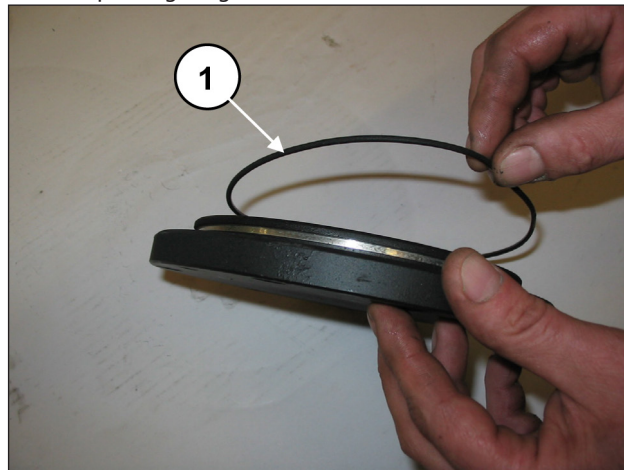
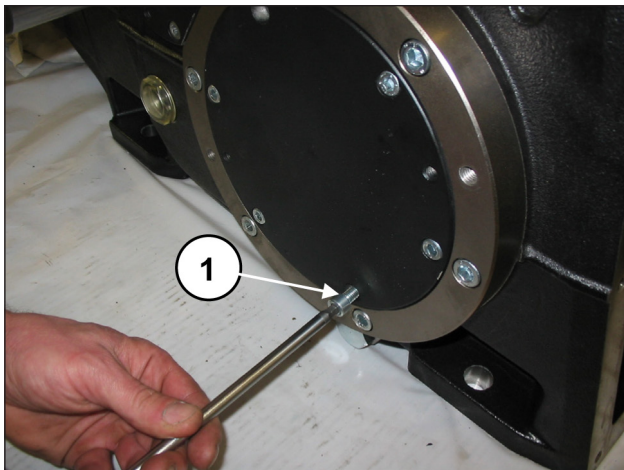

Abb. 89
Abb. 90
Montieren Sie die beiden Lagerdeckel (samt O-Ringen) (Pos. ①, Abb. 89), mit 6+6 Schrauben M8x20 (Pos. ①, Abb. 90). Eichen Sie die Schrauben mit einem Drehmomentschlüssel, wie in Kapitel 3 gezeigt.